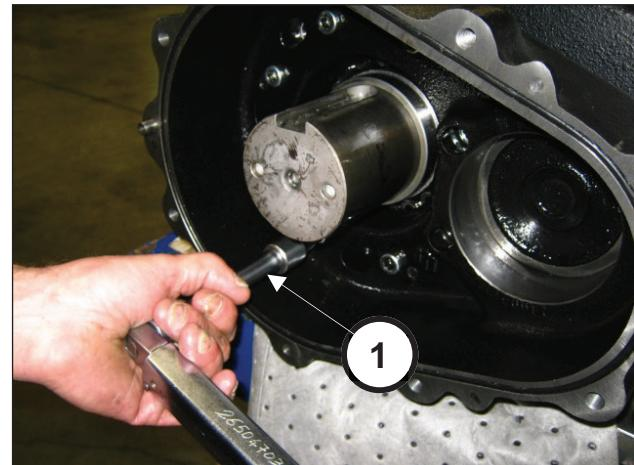

Рис. 64
Закрутите 8 винтов M10x40 (поз. ①, Рис. 64).